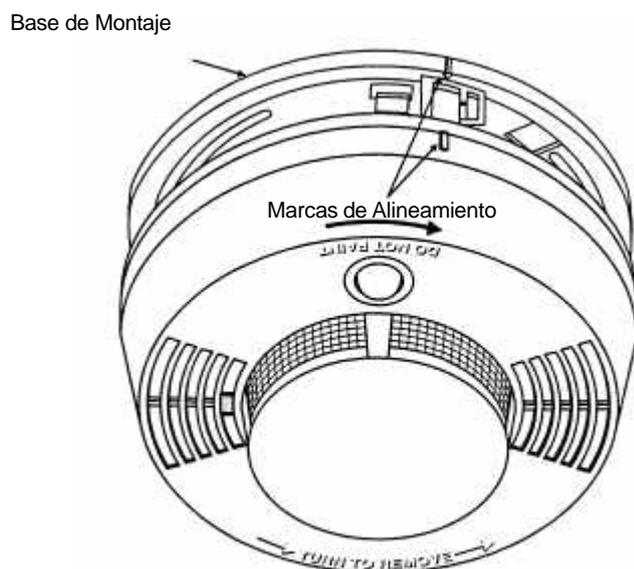

Figura 20
4. Coloque el detector en la base de montaje. Alinee las flechas de la base de montaje con las marcas del detector de incendio y gire el detector hacia la derecha, hasta que el detector quede encajado (figura 20).